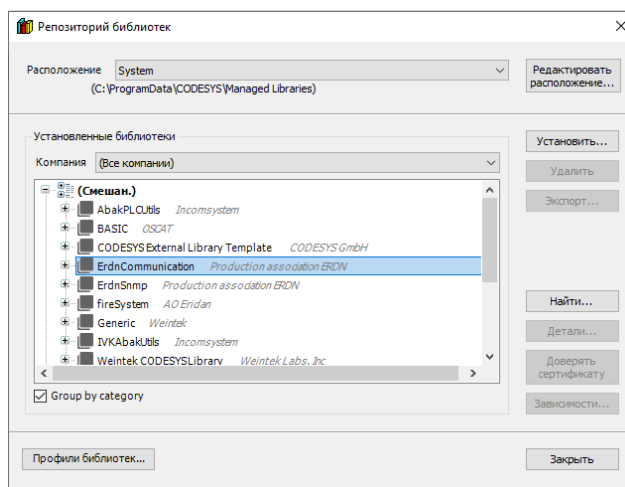

Рисунок 2.5 – Подтверждение установки библиотеки в репозиторий библиотек
4.5. Библиотека «ErndFireSystem.compiled-library» будет отображена во вкладке «(Смешан.)», репозитория библиотек (рисунок 2.5).